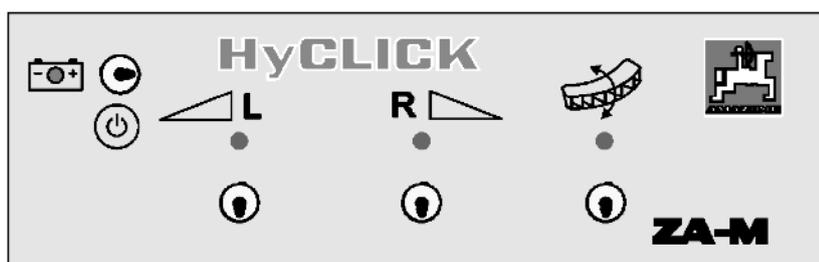

Fig. 34
5. Rodillos de frenado dirigibles (Fig. 34/) delante
- o montar y asegurar mediante el pasador clavija (Fig. 34/1),